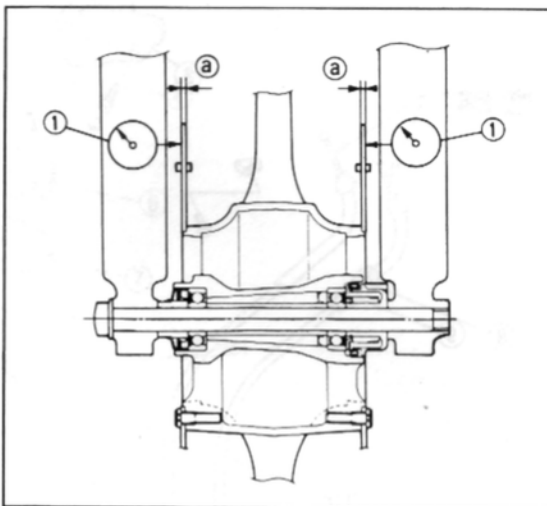

Bild 246
-  Verzug an der Bremsscheibe mit Messuhr (Verschleissgrenze 0,5 mm) messen, siehe Bild 246.